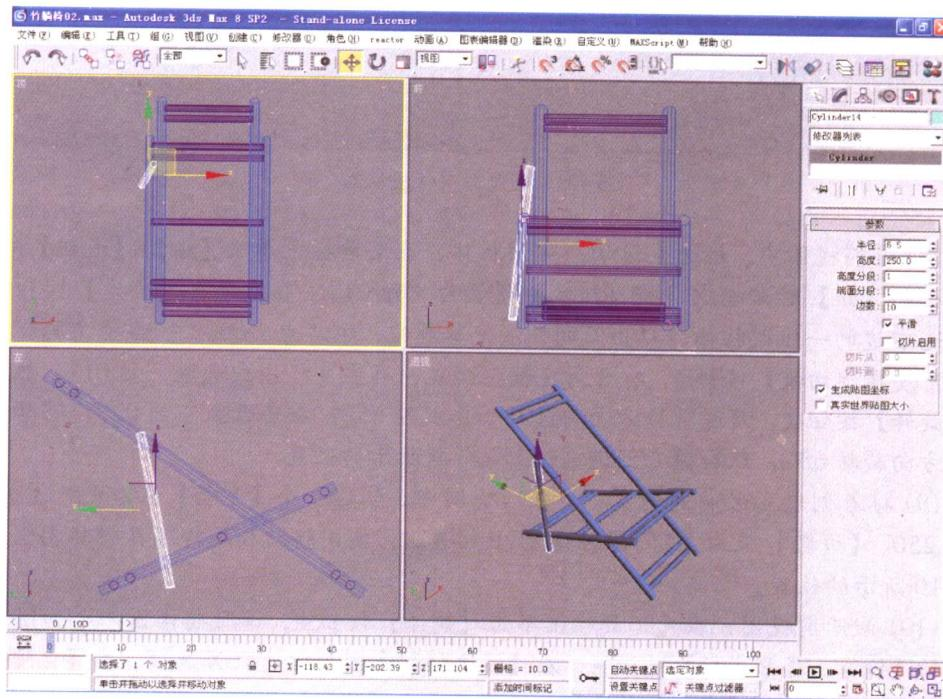

图 1-10 创建一个新的圆柱体
(9) 接着创建支架两边的支撑。在顶视图中，创建一个【半径】值为 6.5、【高度】值为 250、【边数】值为 10 的圆柱体 Cylinder14，使用移动和旋转工具将其调整到如图 1-10 所示的位置。